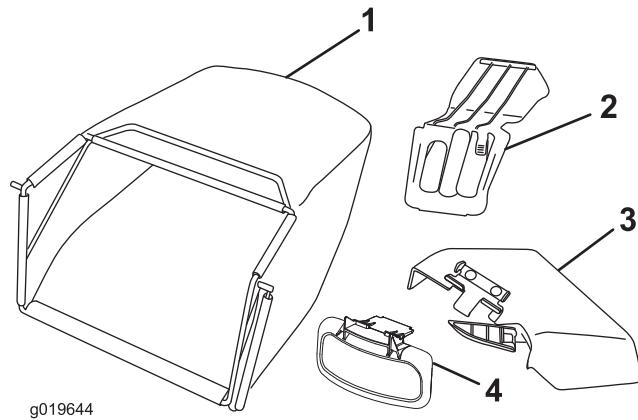

Figure 6
- Amenez la commande d'accélérateur en position **haut régime** quand le moteur démarre (Figure 6).